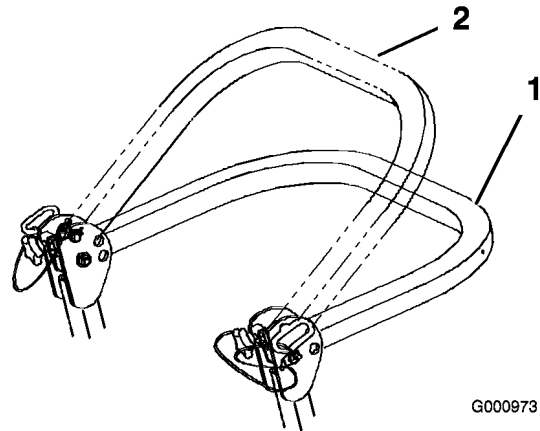

Figure 7
3. Abaissez l'arceau de sécurité à la position abaissée. La position abaissée est à deux niveaux (voir Figure 7).